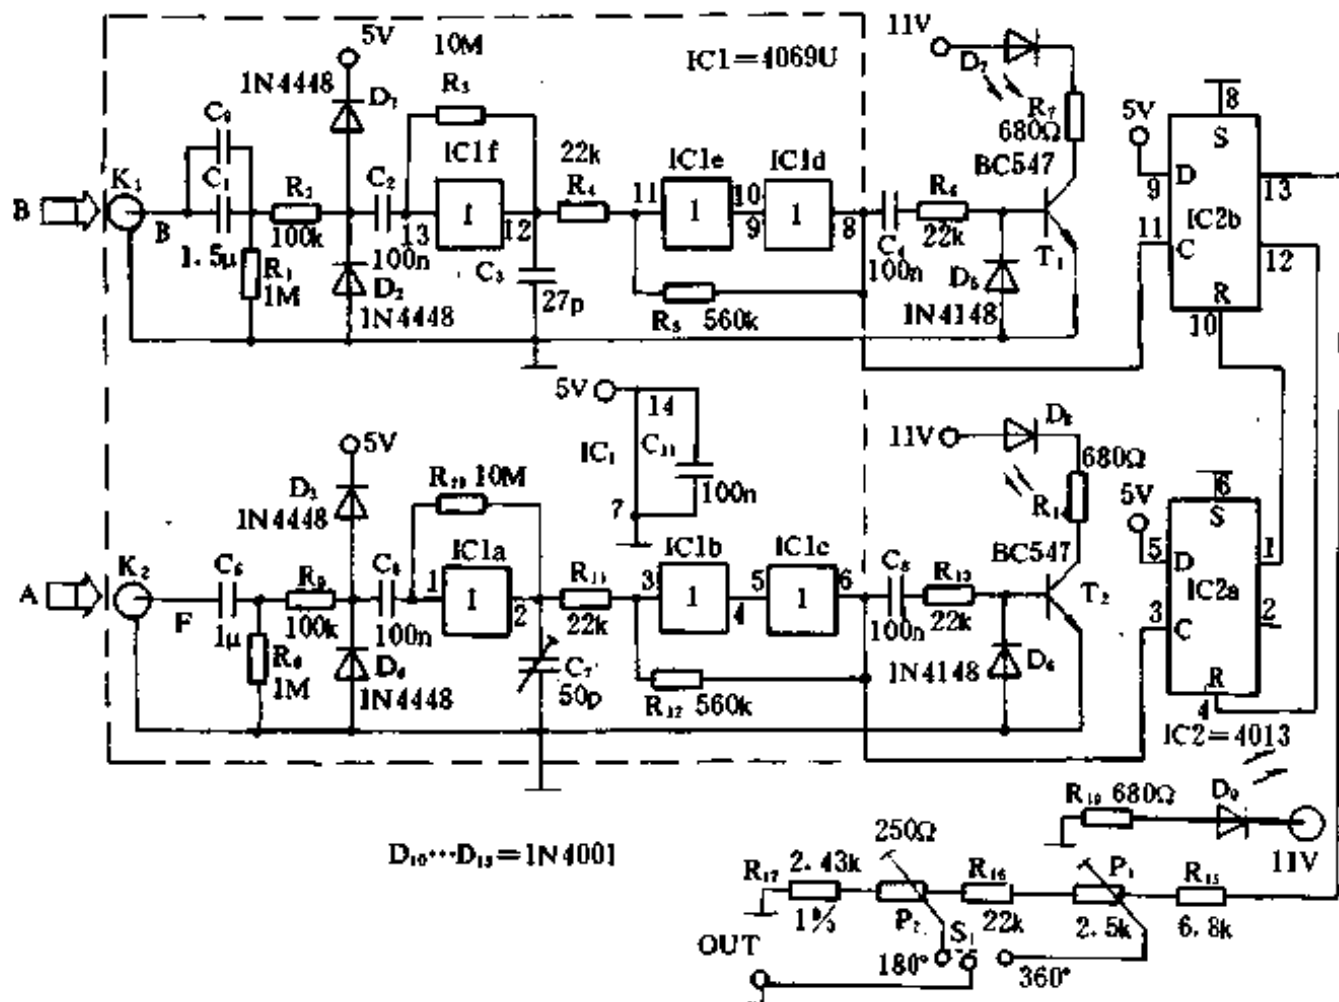

图 1-9
电路如图 1-9 所示,图中的 IC1 为 A、B 两输入通道的放大和整形电路,整形后的信号分别送 IC2a、IC2b 进行相位比较,同时通过 T₁、T₂ 使发光二极管 D₇、D₈ 指示,经比较后的信号由 IC2b 的⑬脚输出,再经 R₁₅、R₁₆、R₁₇、P₁ 和 P₂ 分压后供数字万用表测试。图 1-9 中 S₁ 为量程选择开关。